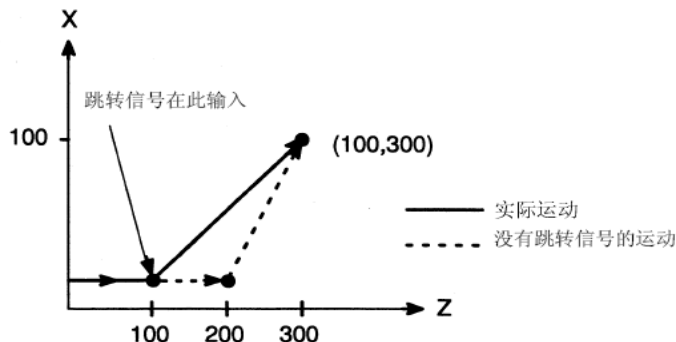

图 3-15
3. G31 的下一个程序段是2个轴的绝对坐标编程, 见图3-15